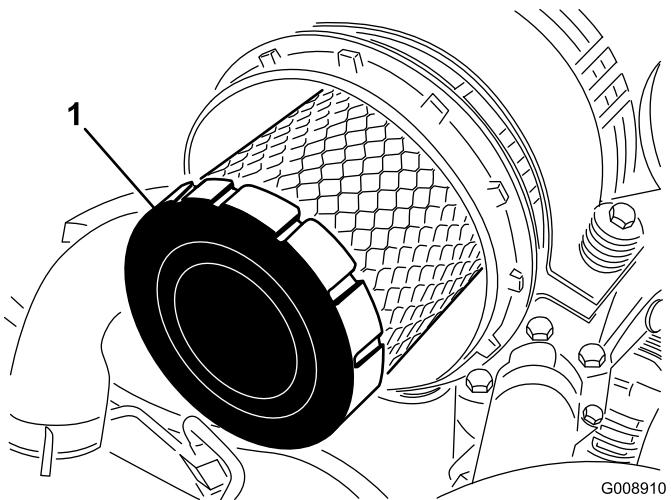

**Bild 59**
1. Lösen Sie die Laschen, mit denen die Abdeckung am Luftfiltergehäuse befestigt ist (Bild 59).